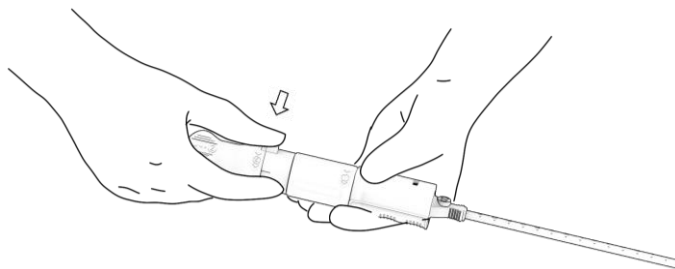

Figure 15. Verrou de la came de libération.
- a. Localiser le verrou de came (« 4 ») et appuyer à fond sur ce bouton vert. Figure 15. Veiller à ce qu'il soit entièrement enfoncé avant de passer à l'étape 5.